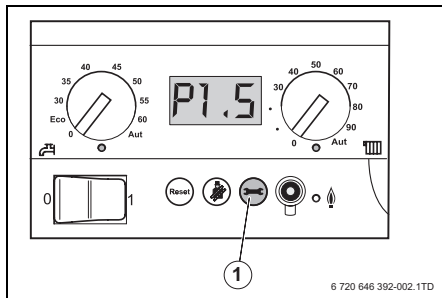

Bild 7 Bedieneinheit BC10
- ▶ Wasserhahn öffnen und die Heizungsanlage bis 1,5 bar befüllen. Dabei Druckanzeige für den Heizkreis beachten. Den Druck am Bedienfeld (→ Bild 7, Seite 24) ablesen.
- ▶ Betriebsdruck auf dem Display der Bedieneinheit (→ Bild 7, Seite 24) erneut ablesen. Wenn der Druck unter 1,0 bar liegt, muss die Heizungsanlage, wie oben beschrieben, weiter aufgefüllt werden.
- ▶ Ein/Aus-Schalter am Bedienfeld des Geräts auf „0“ schalten (→ Bild 7, [1]).